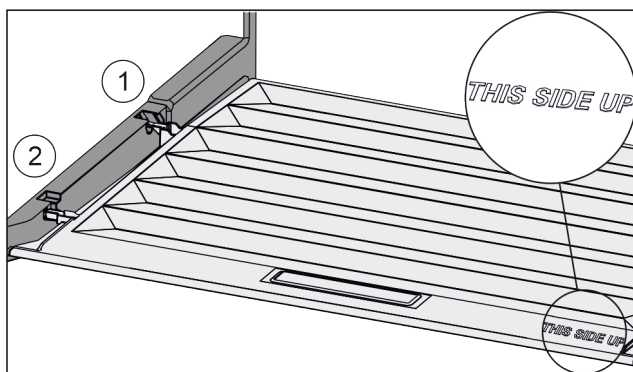

Fig. 96
- ▶ Ramiona pokrywy wprowadzić ponad otworem tylnego uchwyty Fig. 96 (1) i zażębić z przodu w uchwycie Fig. 96 (2).